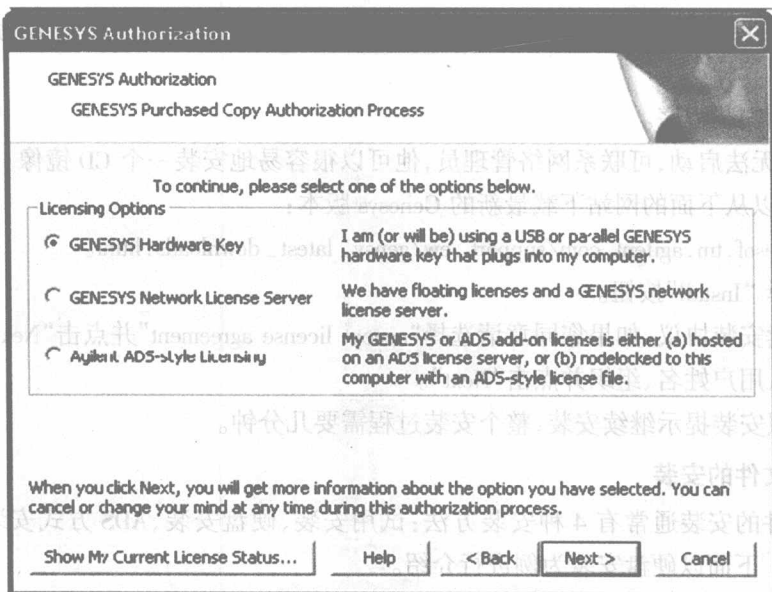

图 1.3 Genesys 软件安装授权示意图 2
(3) 对 Licensing Options 选项, 点击“GENESYS Hardware Key”, 然后点击“Next”, 如图 1.3 所示。